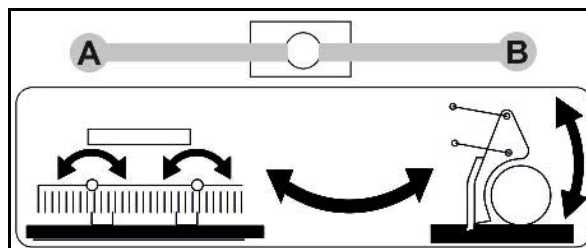

Рис. 104
1. Установите шаровой кран (Рис. 104/1) в положение **A**.
7. Установите шаровой кран (Рис. 104/1) в положение **B**.